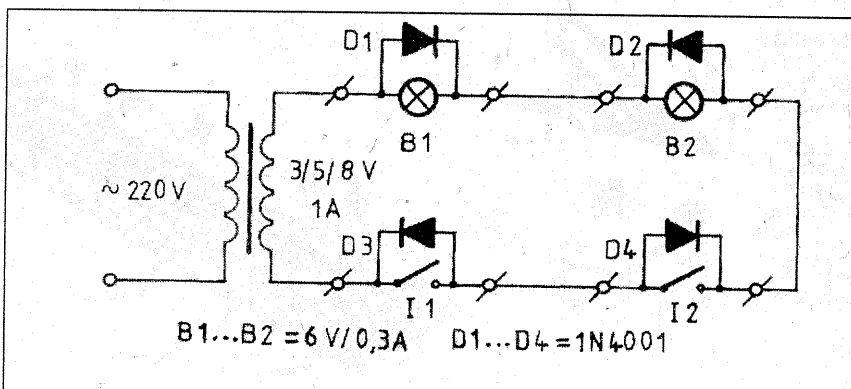

Fig. 1
Sania (fig. 1) este alcătuită dintr-un cadru metalic (1), o patină mobilă (2) pentru realizarea direcției și una fixă (3) pentru asigurarea stabilității, un ghidon (4), sisteme de prindere și articulații (5). Șaua (7) se confecționează din placaj cu burete și se acoperă cu vinilin sau piele. Reperul (8) reprezintă un telescop spate tip motoretă